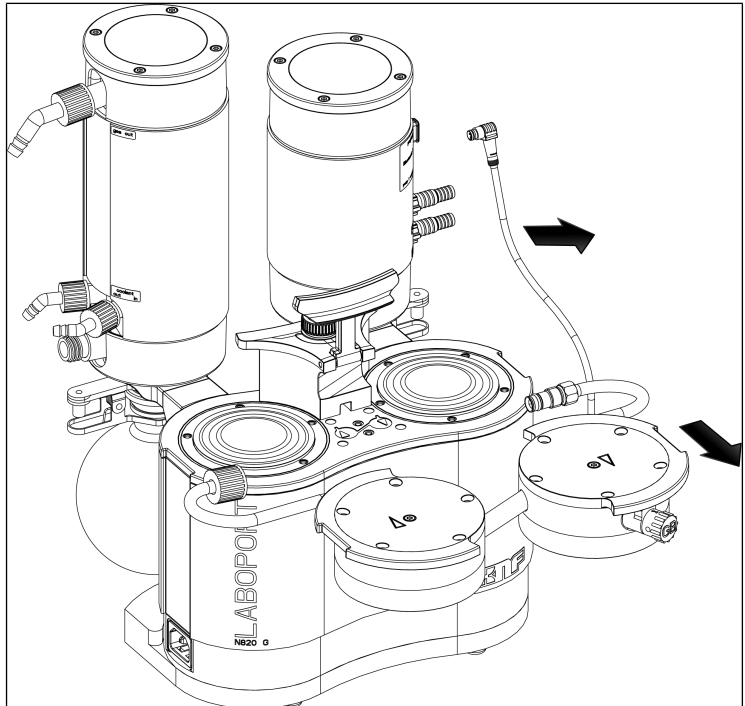

Abb.27: Pumpenköpfe abnehmen
3. Nehmen Sie die Pumpenköpfe vorsichtig zur Seite hin ab (siehe Abb. 27).